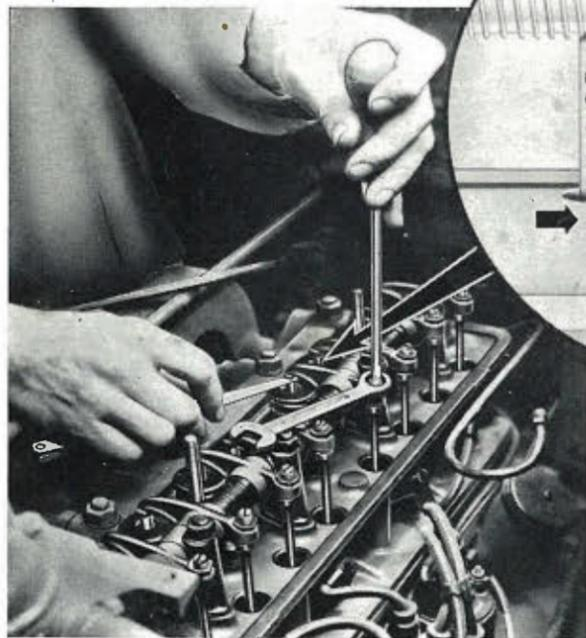

FIG. 14
1. Mettre en place les ressorts de soupapes en prenant la précaution de disposer les spires jointives contre la culasse (fig. 14).
- comme indiqué à la figure 14.